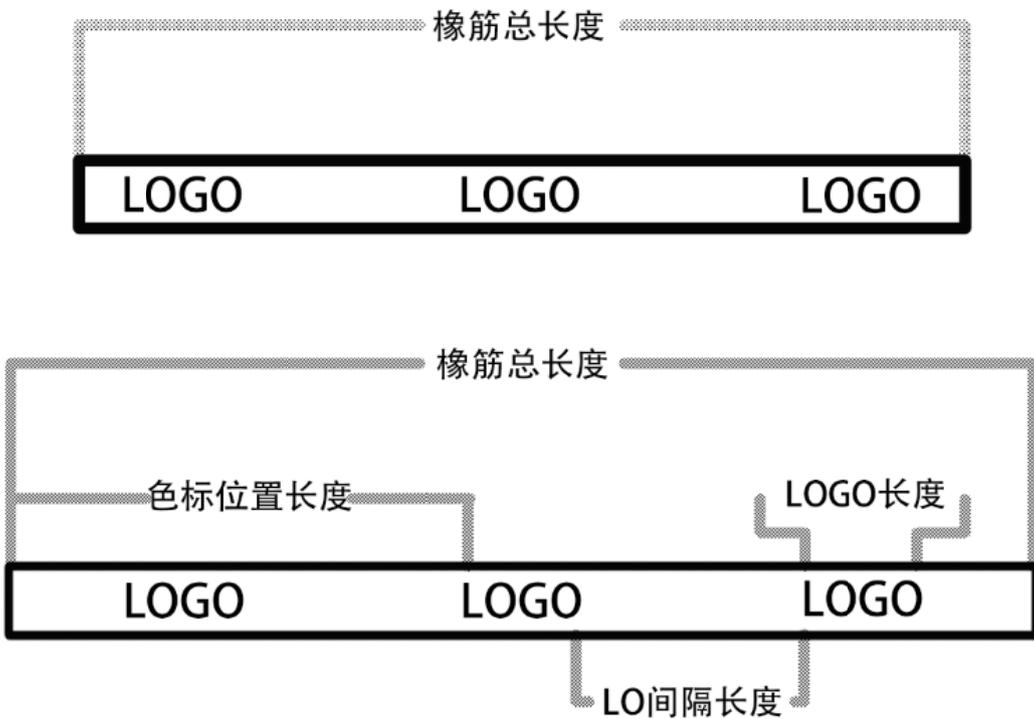

图 3
- 3、多段式：取两条样品，量取两条样品橡筋总长度、LOGO 长度、LOGO 间隔长度（请见下图 3），取较长样品，量取色标位置长度，将色标传感器放置于色标位置，并将参数输入致操作界面中保存即可使用。